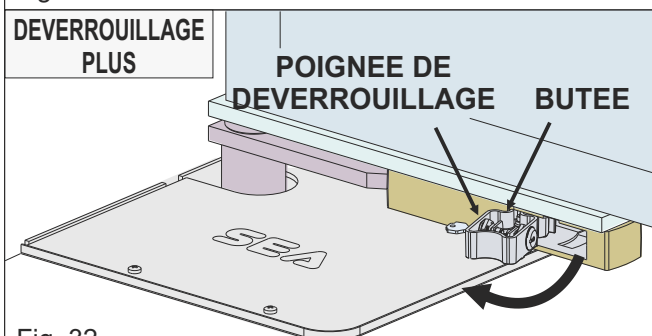

Fig. 32
- tirez la clé vers l'extérieur jusqu'à sa butée, afin de libérer la poignée du système de déverrouillage (Fig.32)